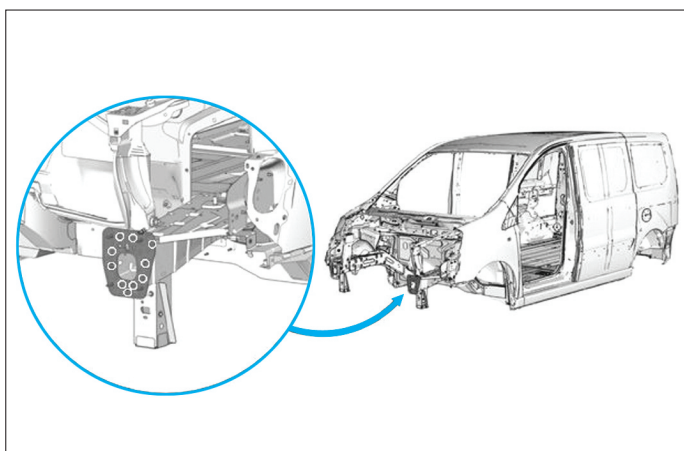

FIG. 7
- Souder par points électriques (électrodes de 120 mm) (Fig.7).